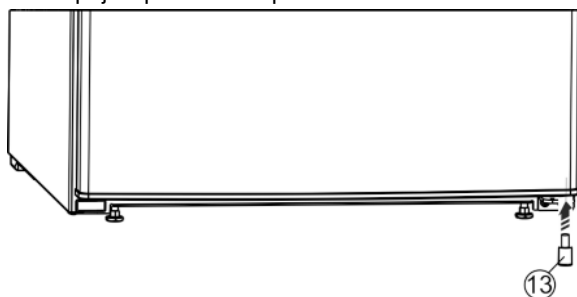

Fig. 6
- Distanční vložku Fig. 6 (13) opět vsadte vpravo dole do dveří; je důležitá pro stabilitu přístroje.